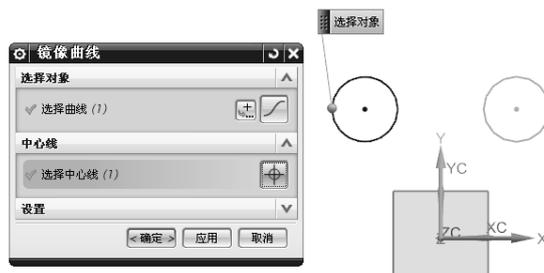

图 2-60 镜像曲线
(9) 镜像曲线 : 创建位于草图平面上的曲线链的镜像图样, 如图 2-60 所示。